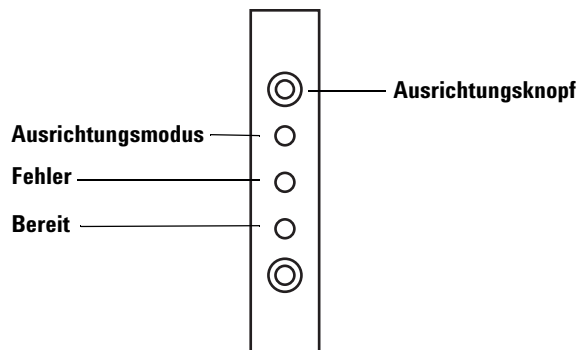

Abb. 77 Ausrichten des Injektors
- 4 Verwenden Sie einen langen, schmalen Gegenstand, um den vertieften Ausrichtungsknopf über den Warnleuchten zu drücken. Vermeiden Sie es, alles hinter oder ringsherum des Knopfes in der Vertiefung zu berühren (Abbildung 77).